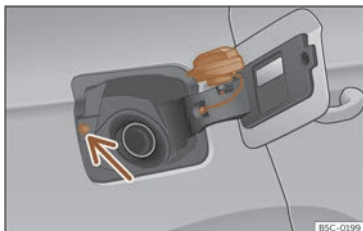

Fig. 193 Tapa del dipòsit amb el tap encaixat.
- Poseu-lo en l'espai que hi ha a la frontissa de la tapa oberta >>> **fig. 193**.
No toqueu el botó de bloqueig de la tapa de combustible >>> **fig. 193** (fletxa). El sistema entendrà que heu acabat i no podreu seguir fent gasolina. Torneu a prémer la tecla  de la porta del conductor per continuar.